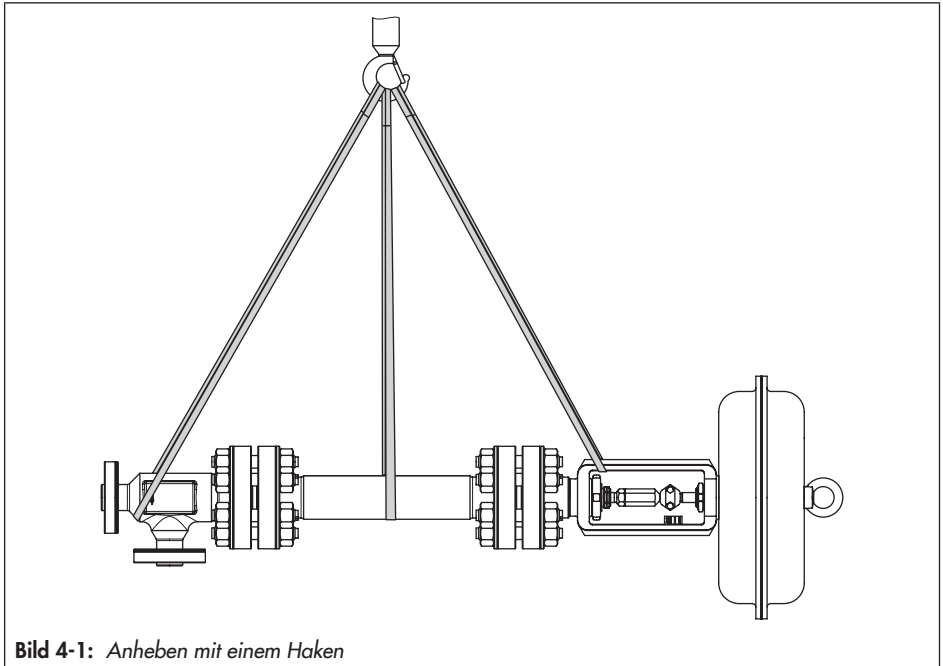
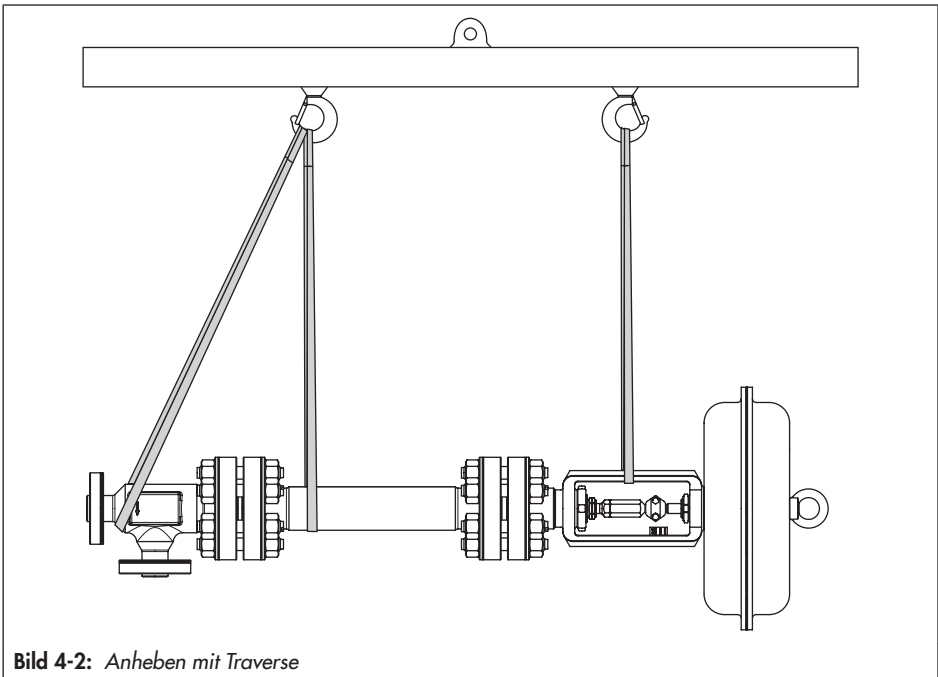

Bild 4-1: Anheben mit einem Haken
Bild 4-2: Anheben mit Traverse
- Als Tragmittel einen Haken mit Sicherheitsverschluss verwenden (vgl. Bild 4-1), damit die Anschlagmittel beim Heben und Transportieren nicht vom Haken rutschen können.
Das horizontale Anheben kann entweder über einen Haken (Bild 4-1) oder über mehrere Haken an einer Traverse (Bild 4-2) erfolgen.
1. Je eine Hebeschlinge am Gehäuse, am Ventiloberteil und am Antriebsjoch sowie am Tragmittel (z. B. Haken) des Krans oder Gabelstaplers anschlagen, vgl. Bild 4-1 und Bild 4-2.